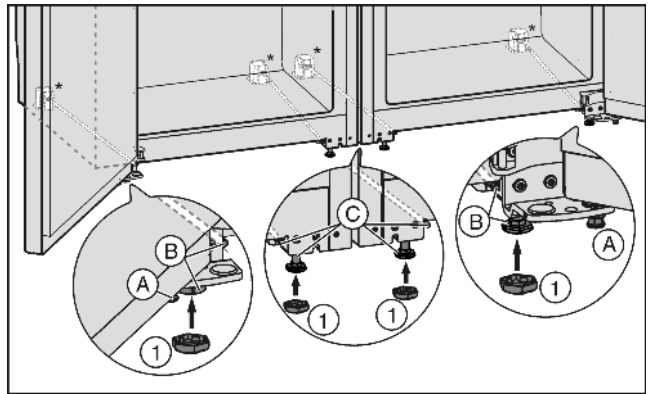

Fig. 4
- ▶ S'il y a lieu, visser complètement les pieds de réglage Fig. 4 (A) devant aux deux appareils, de sorte qu'il n'y a pas de contact avec le sol.
- ▶ Placer les caches Fig. 4 (1) sur les quatre pieds de réglage avants.
- ▶ Visser les pieds de réglage du milieu Fig. 4 (C) de sorte qu'il n'y ait aucun contact avec le sol.
- ▶ Aligner la combinaison au moyen des pieds de réglage extérieurs Fig. 4 (B).
- ▶ Abaisser de nouveau les pieds de réglage du milieu *Fig. 4 (C)* jusqu'à ce qu'elles touchent le sol.
- ▶ Ensuite, étançonner la porte : Abaisser les pieds de réglage *Fig. 4 (A)* au support d'appui jusqu'à ce qu'ils soient en contact avec le sol; ensuite les tourner de 90°.